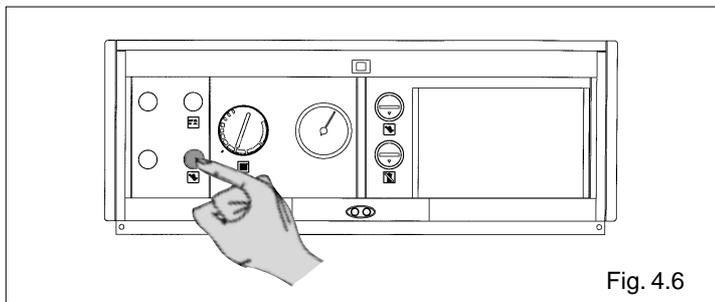

Fig. 4.6
- esperar a que transcurra aproximadamente 1 minuto y apretar el pulsador de «desbloqueo del quemador» (fig. 4.6);